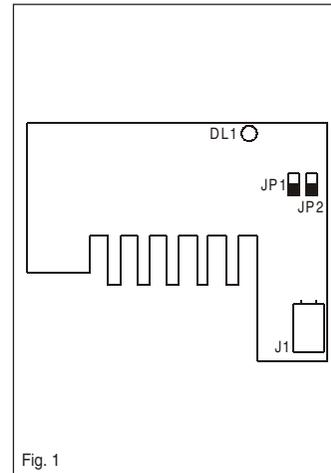

Fig. 1
- Sulla scheda **AUTOREVERSE** (Fig. 1):
- On the **AUTOREVERSE** card (Fig. 1):
- Sur la carte **AUTOREVERSE** (Fig. 1) :